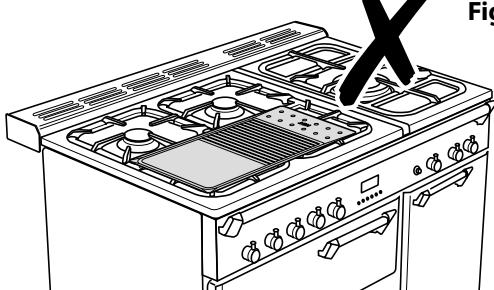

Fig.2-12
**⚠ NE LA PLACEZ PAS transversalement – elle sera mal placée et instable (**Fig.2-12**).**